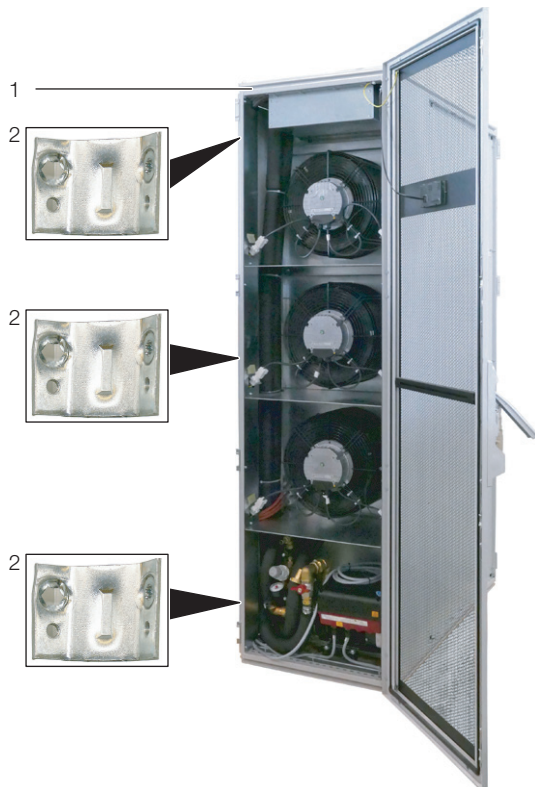

Abb. 14: Frontseite
- Befestigen Sie je drei Anreihverbinder (Abb. 14, Pos. 2) mit den zugehörigen Befestigungsschrauben an den vorgesehenen Befestigungspunkten in den Montageleisten auf der Vorder- und Rückseite des LCP DX (Abb. 14, Pos. 1).